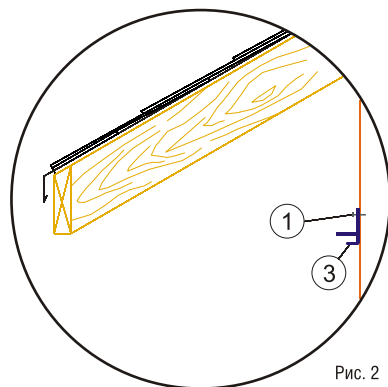

Рис. 2
- 1.1 При отсутствии направляющих брусков, закрепите на стене F-планки ③ (рис. 2).